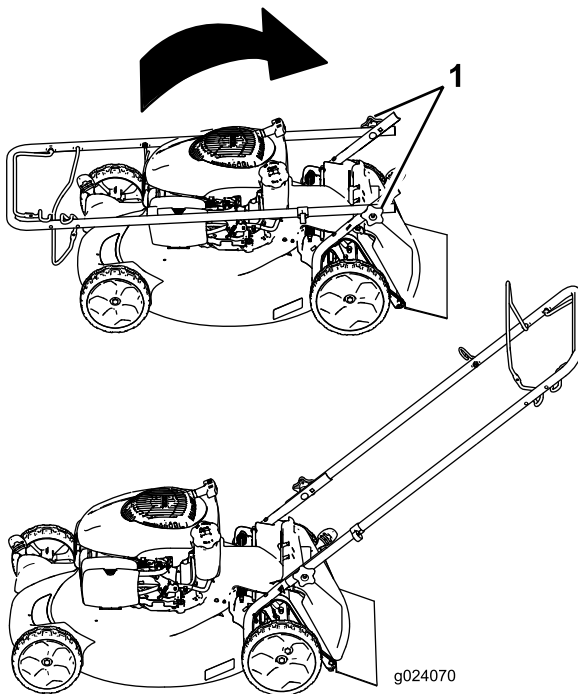

Figura 3
1. Retire los pomos del manillar de la carcasa de la máquina (Figura 3).
1. Pomo del manillar (2)
2. Mueva el manillar a la posición de operación (Figura 3).